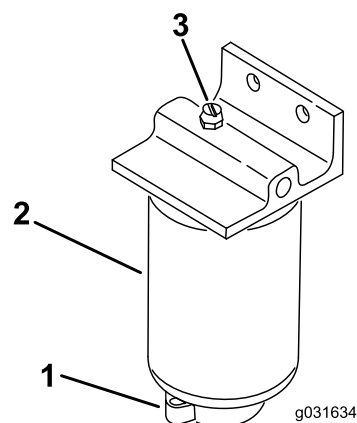

Рисунок 50
2. Ослабьте сливной кран в днище фильтра (Рисунок 50).
1. Очистите область креплений фильтра (Рисунок 50).